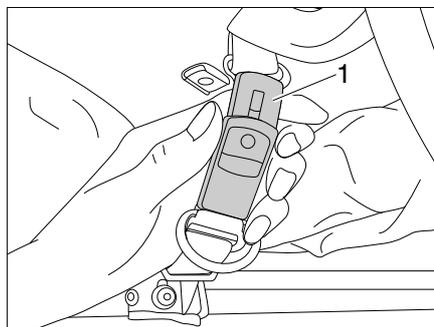

Bild 43 Sicherungsgurt öffnen
- Sicherungsgurte (Bild 43,1) öffnen.